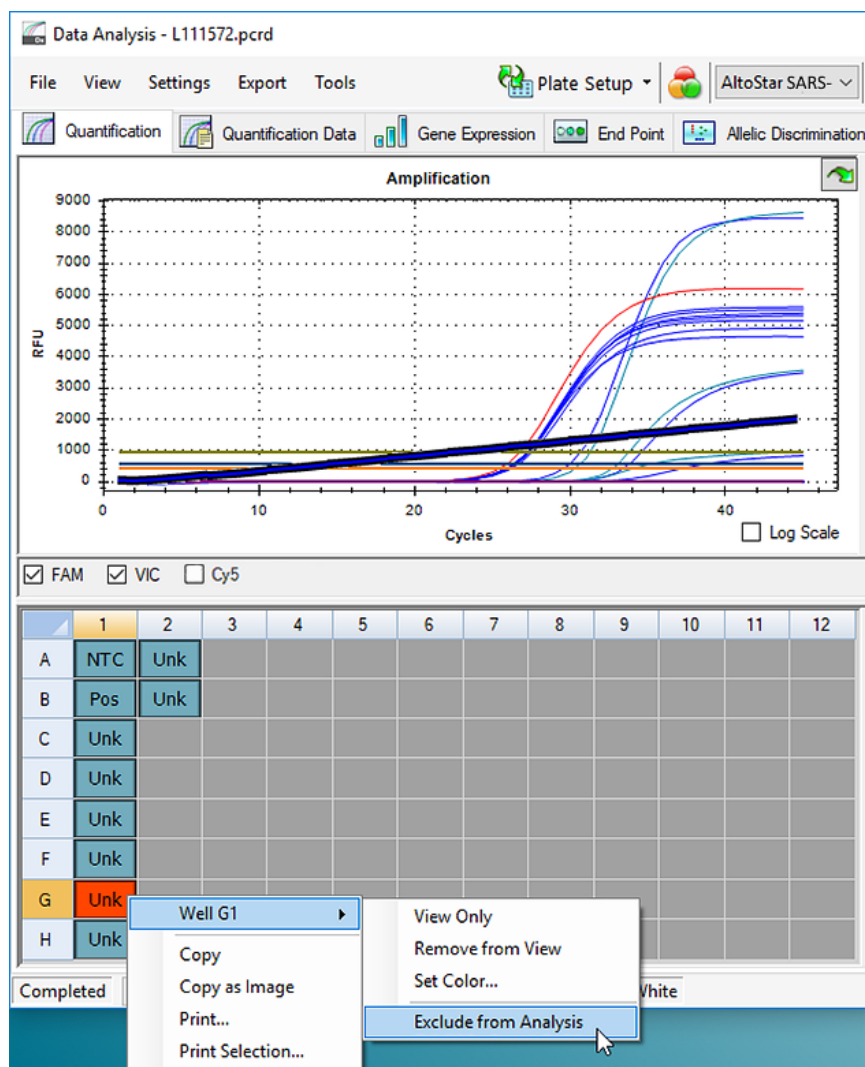

Figura 7: Finestra Data Analysis (Analisi dei dati): esclusione del pozzetto dall'analisi
- Fare clic su ogni pozzetto interessato con il pulsante destro del mouse e selezionare **Well...** → **Exclude from Analysis** (Pozzetto... → Escludi dall'analisi) (vedere figura 7).